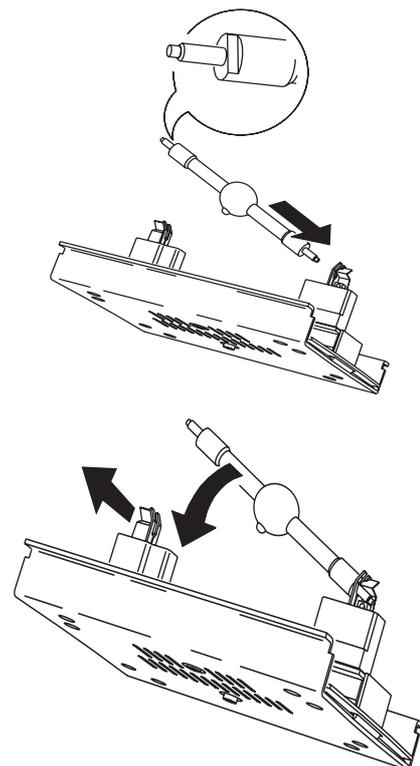

Bild 6: Einbau des Leuchtmittels
Die Sockel des Leuchtmittels sind speziell kodiert (siehe Bild 6), um eine eindeutige Brennstellung sicher zu stellen.
- 4 Unter Bezug auf Bild 6: Schieben Sie einen Anschluss des Leuchtmittels in den rechten Sockel, wobei der Evakuierungs-Nippel des Kolbens nach hinten zeigen muss. Lösen Sie die Haltefeder am linken Sockel und drücken Sie das andere Ende des Leuchtmittels in den Sockel.